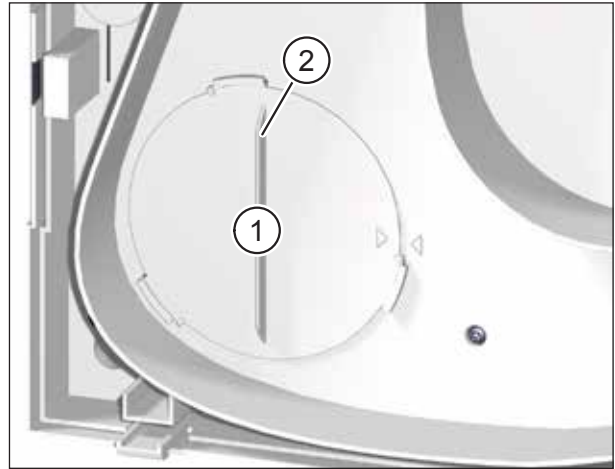

Abb. 17: Außenluftfilter entfernen
- ▶ Drehen Sie den Filterdeckel (Pos. 1 in Abb. 17) an der Griffleiste (Pos. 2 in Abb. 17) gegen den Uhrzeigersinn, bis sich der Filterdeckel aus den Halterungen gelöst hat.
- ▶ Kontrollieren Sie die Position des Filterdeckels. Die Griffleiste muss senkrecht stehen und der Pfeil auf dem Filterdeckel muss mit dem Pfeil der Arretierposition fluchten (siehe Abb. 17 auf Seite 32).